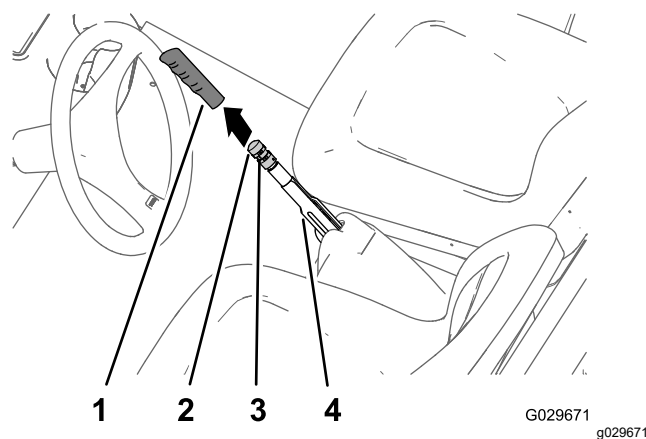

Figure 49
1. Enlevez la poignée du levier de frein de stationnement (Figure 49).
2. Desserrez la vis qui fixe le bouton de réglage sur le levier du frein de stationnement (Figure 49).
3. Tournez le bouton de réglage du frein jusqu'à ce qu'une force de 133 à 156 N (30 à 35 lb-pi) soit nécessaire pour serrer le levier du frein de stationnement (Figure 49).
4. Serrez la vis de fixation et remettez la poignée en place (Figure 49).
1. Enlevez la poignée du levier de frein du stationnement (Figure 49).
2. Desserrez la vis (Figure 49) qui fixe le bouton de réglage sur le levier du frein de stationnement, desserrez le frein de stationnement et desserrez le bouton de réglage.
5. Tournez le bouton de réglage du frein (Figure 49) jusqu'à ce qu'une force de 133 à 156 N (30 à 35 lb-pi) soit nécessaire pour actionner le levier du frein de stationnement.
- C. Tournez le bouton de réglage du frein (Figure 49) jusqu'à ce qu'une force de 133 à 156 N (30 à 35 lb-pi) soit nécessaire pour actionner le levier du frein de stationnement.
- Serrez la vis et remettez la poignée en place (Figure 49).